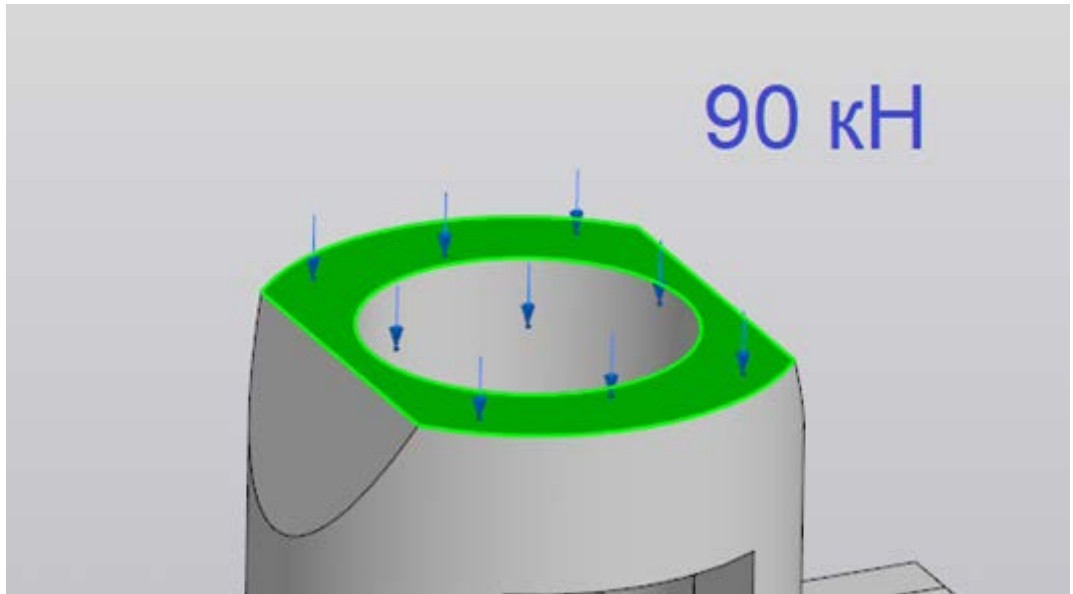

Рис. 2. Направление приложения нагрузки для выполнения статического расчёта
3. При помощи средств выбранной САПР (КОМПАС-3D или T-FLEX CAD) выполните статический расчёт с условием, что нижняя грань основания *корпуса* закреплена, а на верхнюю грань *корпуса* приложена распределённая нагрузка, равная *90 кН* (рис. 2). Необходимо предоставить снимок экрана (скриншот) с цветной картой распределения напряжений и снимок экрана (скриншот) с деревом построений прочностного анализа.